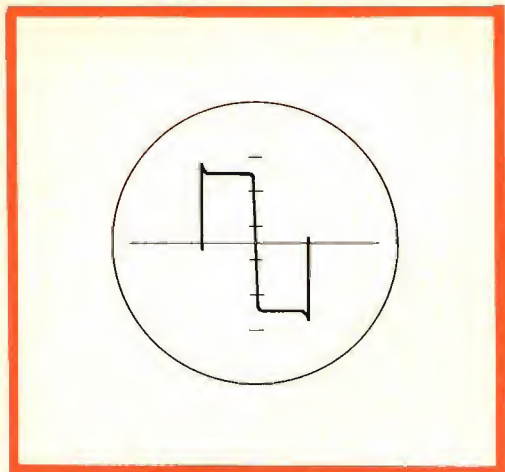

Fig. 2 - Forma d'onda all'uscita di un invertitore.
e) La forma d'onda all'uscita è rettangolare (V. fig. 2). La tensione efficace è quindi uguale alla metà della tensione picco-picco.